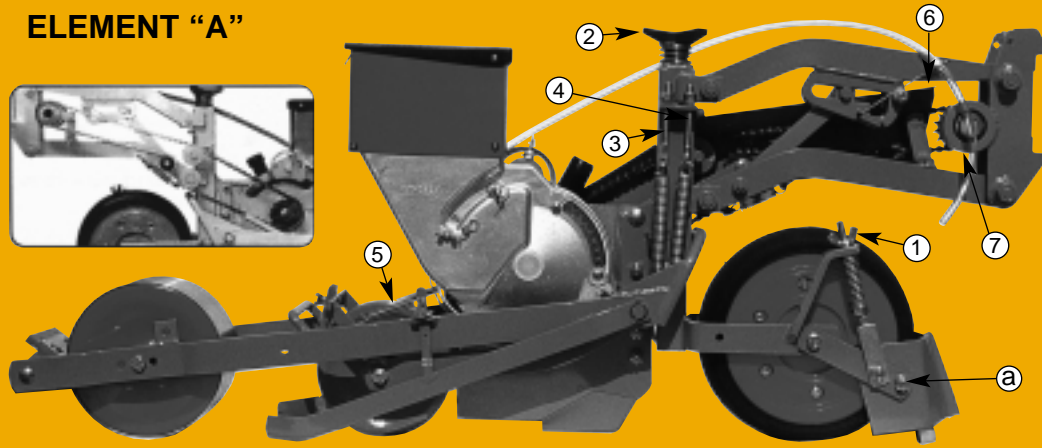

Fig. 9
**WICHTIG :** Vor dem Einsatz der Maschine überprüfen Sie die Kettenspannung der Antriebskette des Elements (Fig. 9).
**IMPORTANT :** Before starting up, check the proper assembly of chains (fig. 9).